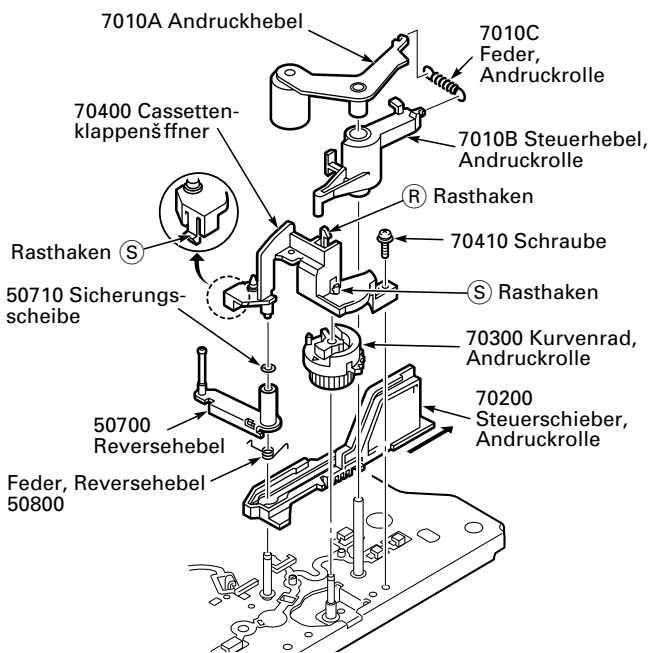

Fig. 8.29
- Andruckrollenfeder (Pos. 7010C) aushängen und Andruckhebel (Pos. 7010A) abnehmen (Fig. 8.29).
- Rasthaken ® des Cassettenklappenöffners (Pos. 70400) ausrasten und Andruckrollensteuerhebel (Pos. 7010B) abnehmen (Fig. 8.29).
- Schraube (Pos. 70410) herausdrehen, die beiden Rasthaken ® ausrasten und den Cassettenklappenöffner (Pos. 70400) abnehmen (Fig. 8.29).
- Andruckrollenkurvenrad (Pos. 70300) abziehen (Fig. 8.29).
- Sicherungsscheibe (Pos. 50710) entfernen, Reversehebel (Pos. 50700) und Reversehebelfeder (Pos. 50800) herausnehmen (Fig. 8.29).
- Steuerschieber der Andruckrolle (Pos. 70200) ganz nach hinten schieben und danach herausnehmen (Fig. 8.29).